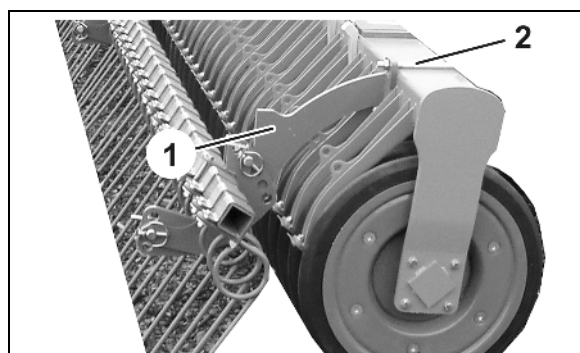

Fig. 16
- o Løsne klembøylen (Fig. 16/2) på venstre og høyre side, og ta av harven med holder (Fig. 16/1).